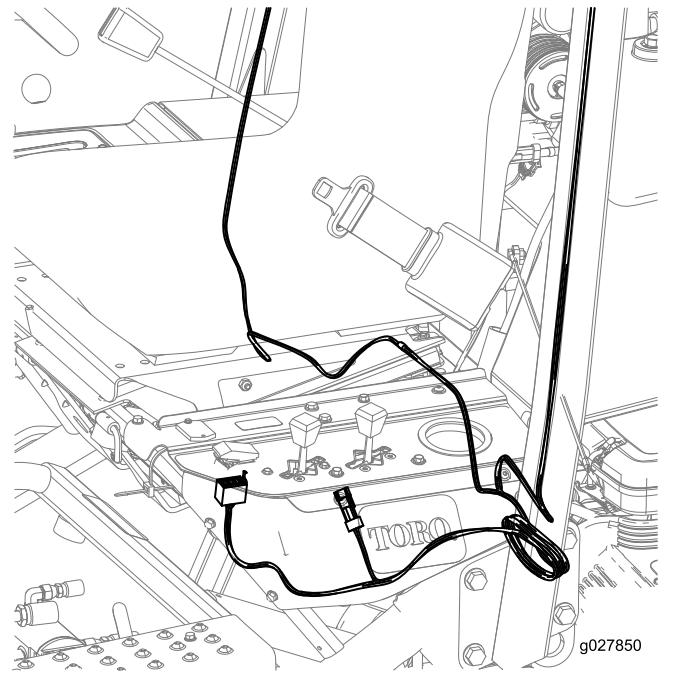
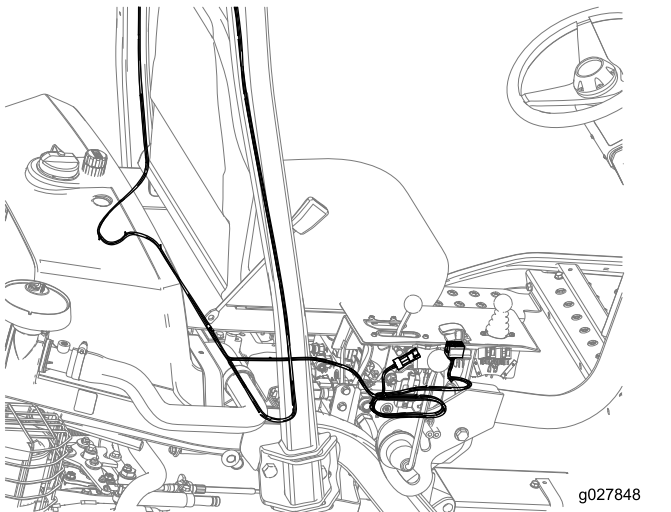
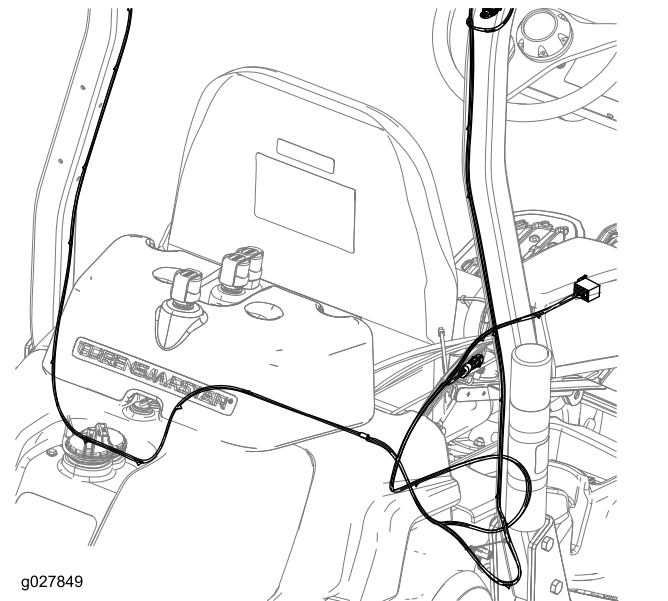

Bild 4
Bild 3
Bild 5
1. Verlegen Sie den Kabelbaum entlang des Überrollschutzes und unter dem Sitz, wie in Bild 3, Bild 4 oder Bild 5 dargestellt.